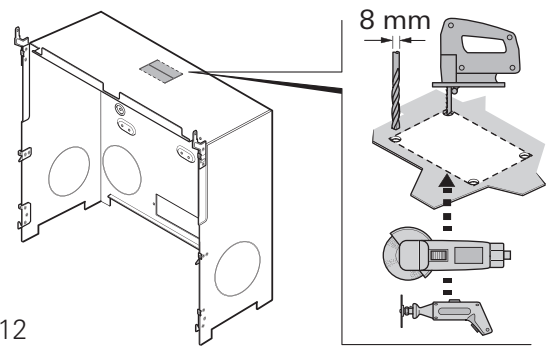

Abb. 12
- ▶ Vier Löcher in den Ecken mit einem 2,8 mm Bohrer vorbohren und mit einem 8 mm Bohrer aufbohren (Abb. 12).
- ▶ Das rechteckige Loch aussägen. Dazu z. B. kann eine Stichsäge, ein Multifunktionswerkzeug mit Metall-Trennscheibe oder eine kleine Blechschere verwendet werden (Abb. 12).